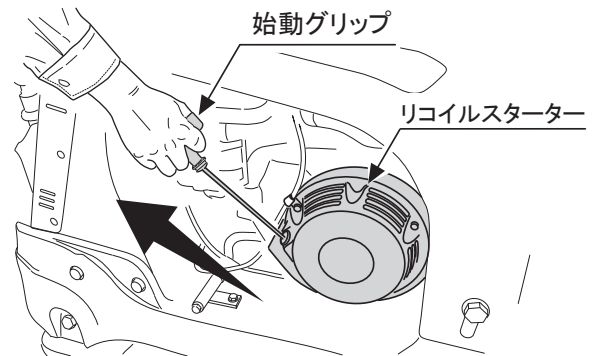

図 13
5. リコイルスターターの始動グリップを握り、最初に軽く負荷がかかる位置まで引きます。そこから勢い良く引張ってください。この時、ロープを引張り過ぎるとロープが切れたり抜けてしまう恐れがありますので御注意ください。またエンジン始動後も始動グリップは引いた状態で離さないで、持ったままでゆっくりと戻してください。(図13)